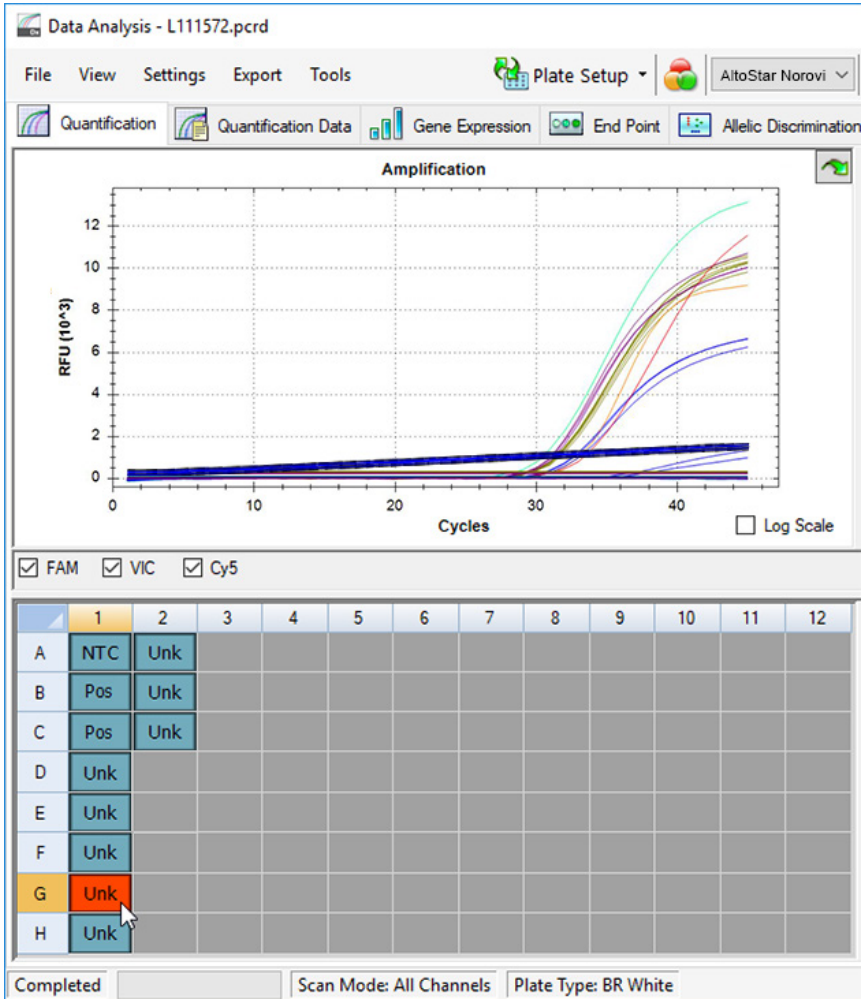

Abb. 6: Fenster Data Analysis (Datenanalyse): irreguläres PCR-Signal
- Identifizieren Sie Wells mit irregulären PCR-Signalen (lineare Signalzunahme, Signalspitzen usw.) in den Detektionskanälen FAM™ (Norovirus-GII-Ziel), VIC™ (IC) und Cy5 (Norovirus-GI-Ziel) (siehe Abbildung 6).